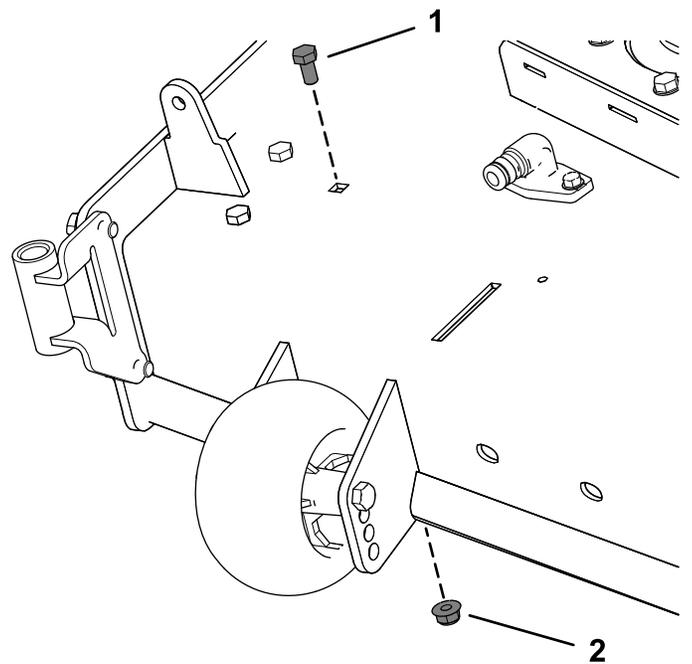

Figure 9
- Retirez le boulon et l'écrou existants du plateau de coupe (Figure 9).
Sur les plateaux de coupe de 137 cm, retirez le boulon et l'écrou comme montré à la Figure 9.